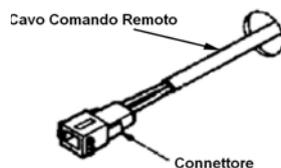

Fig. 2
3. Inserite il cavo del comando remoto in dotazione nel foro assicurandovi che il terminale con il connettore sia il più vicino possibile al comando remoto (Fig.2)
3. Collegate questo connettore al cavo di Collegamento "EZ" al capo marcato "To EZ Connect" dell'unità Master (Fig.2). L'altro capo del cavo di Collegamento "EZ" marcato "To PCB" deve essere collegato alla presa libera che si trova sulla sommità del PCB dell'unità Slave. (Fig.2 e 3)
5. Collegate il micro manometro alla presa prelievo pressione del gas sulle valvole (Fig.2).
10. Controllate la pressione del gas sulla presa prelievo (Fig.2 pag. precedente).
13. Controllate la pressione del gas sulla presa prelievo (Fig.2 pag. precedente).